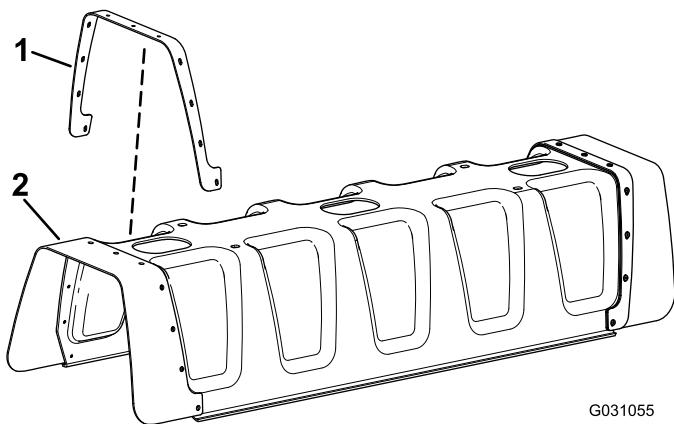

図3
2. 中央ブームカバーの穴に、ゴムカバーの穴を合わせる図3。